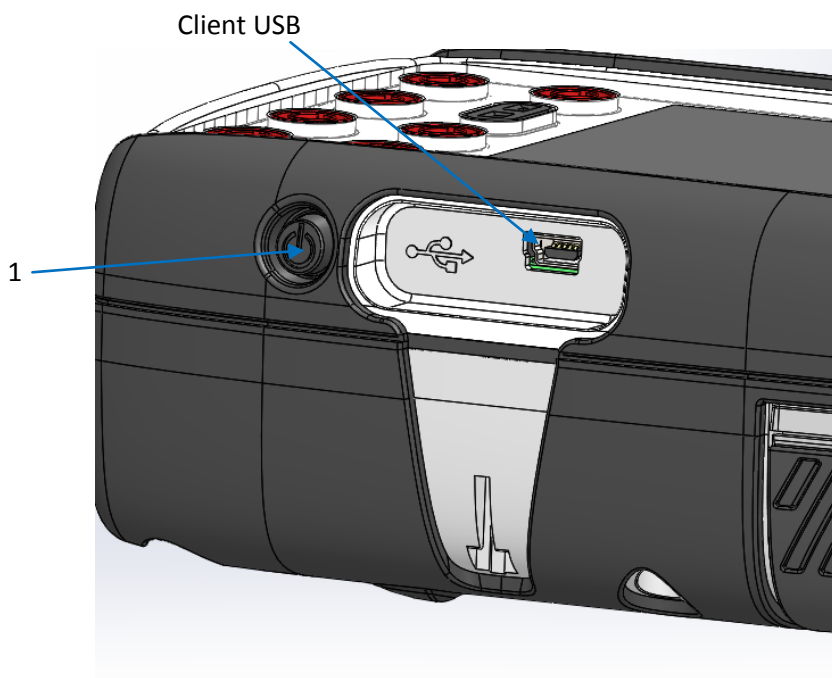

Figure 1-4 Vue latérale du DPI620G-IS
Voir Figure 1-4 : Appareil éteint – appuyez momentanément sur le bouton d'alimentation [1] jusqu'à ce que le logo GE s'affiche.
4. Connectez le port client USB du DPI620G-IS au PC (cf. : Figure 1-4).